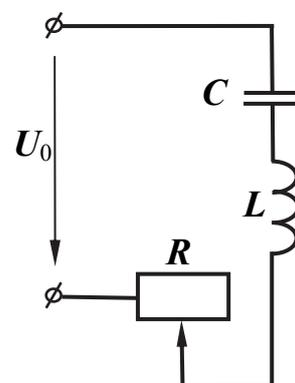

Рис. 20.1
1. Собрать электрическую цепь (рис. 20.1). В схеме используются следующие элементы: потенциометр на 1 кОм, конденсатор 0,22 мкФ, катушка индуктивности 40 мГн, виртуальные приборы, мультиметр.